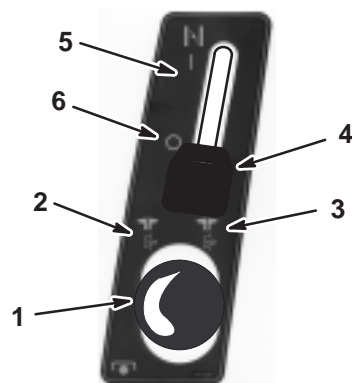
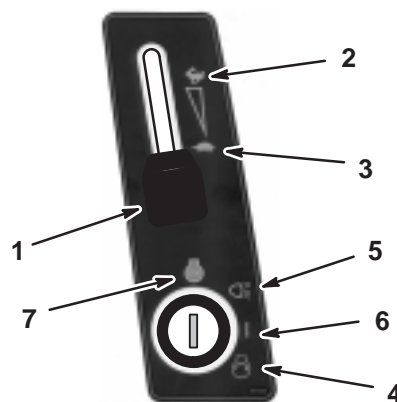

Figure 10
Figure 11
4. Débrayez la PdF (Fig. 10).
5. Si le moteur est froid, placez la commande de starter en position En service (Fig. 10).
6. Réglez la manette d'accélérateur en position de ralenti (Fig. 11).
7. Tournez la clé de contact dans le sens des aiguilles d'une montre et maintenez-la en position de démarrage (Fig. 11). Relâchez-la quand le moteur démarre.
8. Lorsque le moteur a démarré, amenez progressivement la manette de starter en position Hors service (Fig. 10) et la manette d'accélérateur en position de régime maximum (Fig. 11).
1. Placez la manette d'accélérateur en position de ralenti (Fig. 11).
2. Tournez la clé de contact en position contact coupé (Fig. 11).